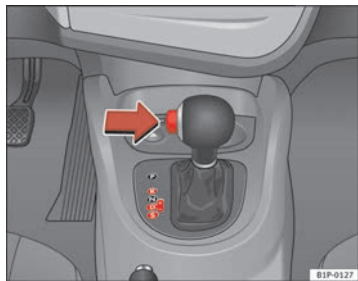

Abb. 126 Fahren
- Drücken Sie den Taster am Wählhebel (links) ⇒ Abb. 126.